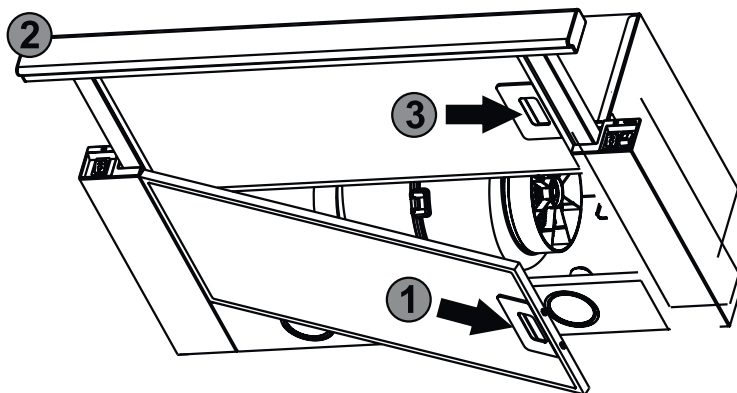

Fig. 4
2. Trageți panoul glisant 2 până la capăt (fig.4);
3. Scoateți filtrul de aluminiu 1 (fig.4), care se află pe carcasa hotei;